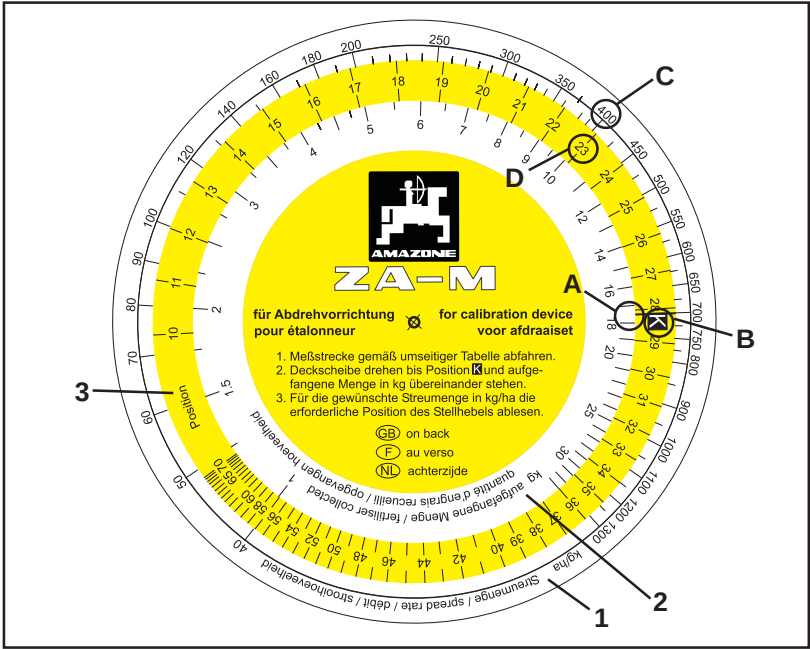

Рис. 7.13
- Возьмите счетный диск для устройства для установки распределителя на норму внесения. На шкале (Рис. 7.13/2) для уловленного количества [кг] найдите числовое значение „17,5“ (Рис. 7.13/А) и совместите с позицией „К“ (Рис. 7.13/В) цветной шкалы (Рис. 7.13/3).
- Найдите необходимую норму внесения (**400 кг/га**) (Рис. 7.13/С) на шкале для нормы внесения (Рис. 7.13/1) и определите требуемое положение шиберной заслонки (позицию) „23“ (Рис. 7.13/Д).
- Возьмите счетный диск **для устройства для установки распределителя на норму внесения**. На шкале (**Рис. 7.13/2**) для уловленного количества [кг] найдите числовое значение „**15,5**“ (**Рис. 7.13/А**) совместите с позицией „**К**“ (**Рис. 7.13/В**) цветной шкалы (**Рис. 7.13/3**).
- Найдите необходимую норму внесения (**400 кг/га**) (**Рис. 7.13/С**) на шкале для нормы внесения (**Рис. 7.13/1**) и определите требуемое положение шиберной заслонки (позицию) „**24**“ (**Рис. 7.13/Д**).